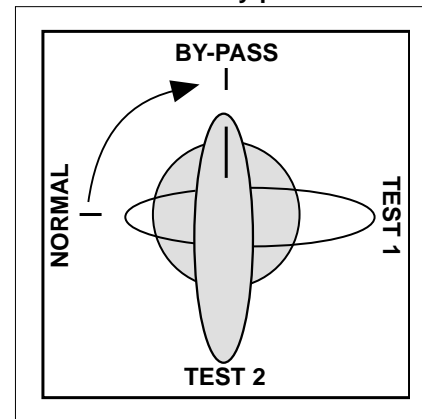

Fig.5
▶ tourner le commutateur de by-pass manuel (8) dans le sens indiqué sur la figure 5 : de la position "NORMAL" à la position "BY-PASS".